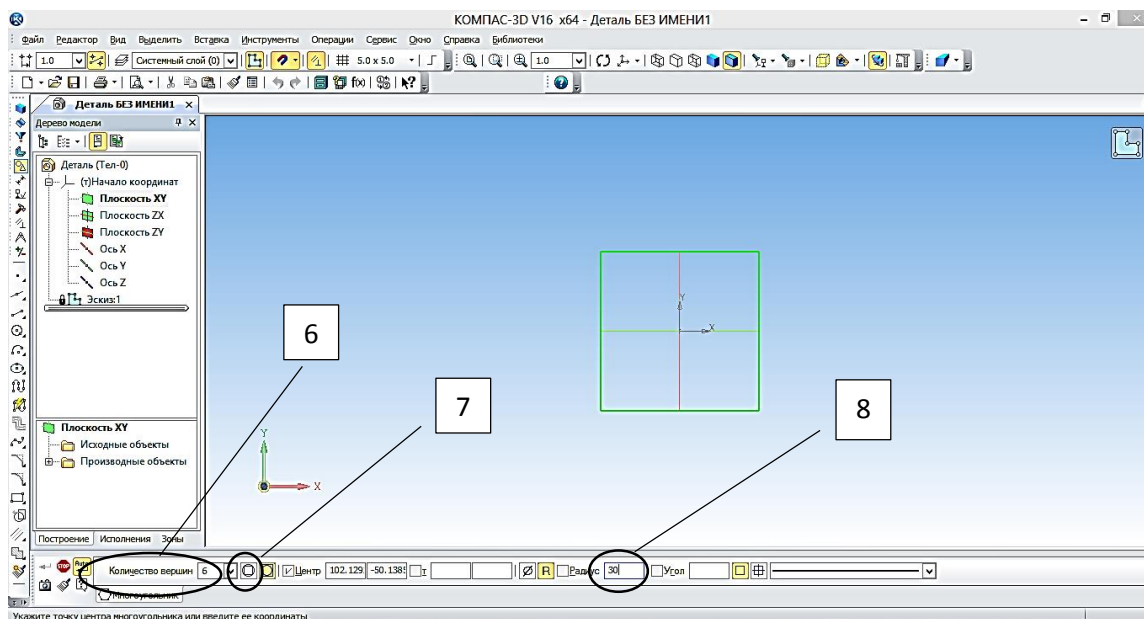

Рисунок 3 – Выбор параметров построения многоугольника
12. в поле радиус введите значение 30 (рисунок 3);